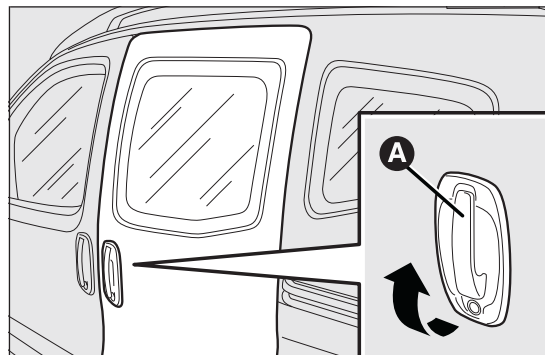

fig. 59
**Apertura:** ruotare l'inserto metallico della chiave nella serratura e tirare la maniglia A fig. 59 nel senso indicato dalla freccia, quindi far scorrere la porta verso la parte posteriore del veicolo fino al fermo che la arresta sul fine corsa.
**Chiusura:** agire sulla maniglia A fig. 59 e spingerla verso la parte anteriore del veicolo. Ruotare la chiave in posizione l'inserto metallico della chiave in senso di chiusura.